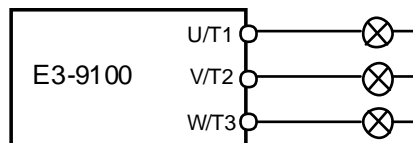

Рис.4.13. Подключение к ПЧ ламп накаливания.
4.12.1. Подключить 3 лампочки (220 В, 40-100 Вт), соединённые по схеме «Звезда» к выходным клеммам U/T1, V/T2, W/T3 преобразователя частоты (Рис.4.13). Подать питание на преобразователь согласно 4.10.2.